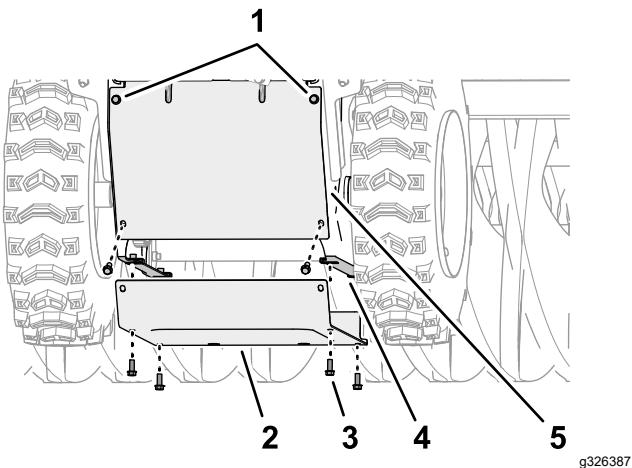

Figura 47
5. En la parte trasera de la máquina, afloje los 2 tornillos con arandela prensada superiores ($\frac{1}{4}$ " x $\frac{5}{8}$ ") que sujetan la cubierta trasera a la máquina (Figura 47).
6. Retire los 6 tornillos con arandela prensada ($\frac{1}{4}$ " x $\frac{5}{8}$ ") que sujetan la cubierta inferior a la máquina, y retire la cubierta (Figura 47).